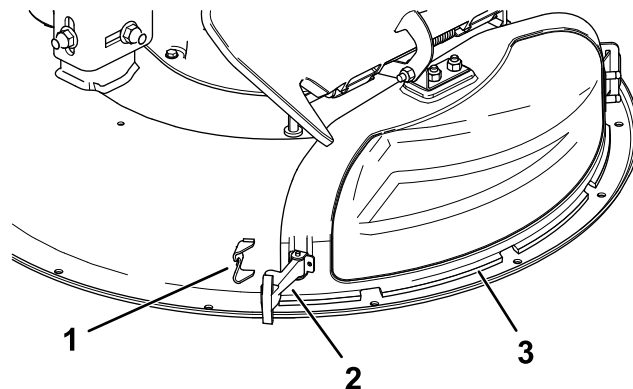

Bild 6
- 5. Haken Sie zum Befestigen der Auswurfkanalabdeckung am Mähwerk den flexiblen Riegel an der Auswurfkanalabdeckung im Halter am Mähwerk ein (Bild 6).
3. Lösen Sie den flexiblen Riegel vom Riegelhalter an der Auswurfkanalabdeckung und schwenken Sie die Auswurfkanalabdeckung nach rechts (Bild 6).